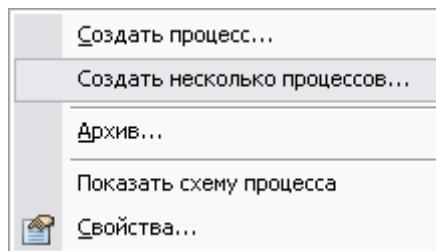

Рис. 27 Контекстное меню шаблона
1. Нажмите правой кнопкой мыши на название соответствующего шаблона и выберите из контекстного меню команду **Создать несколько процессов...**(Рис. 27).